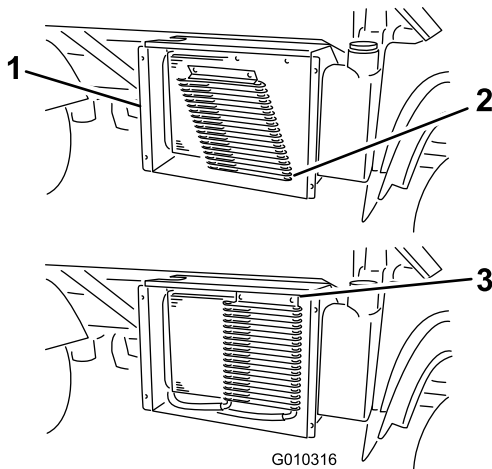

図 62
3. ラッチを外し、オイル・クーラを装備している場合にはそれを倒してラジエターから遠ざける (図 62)。